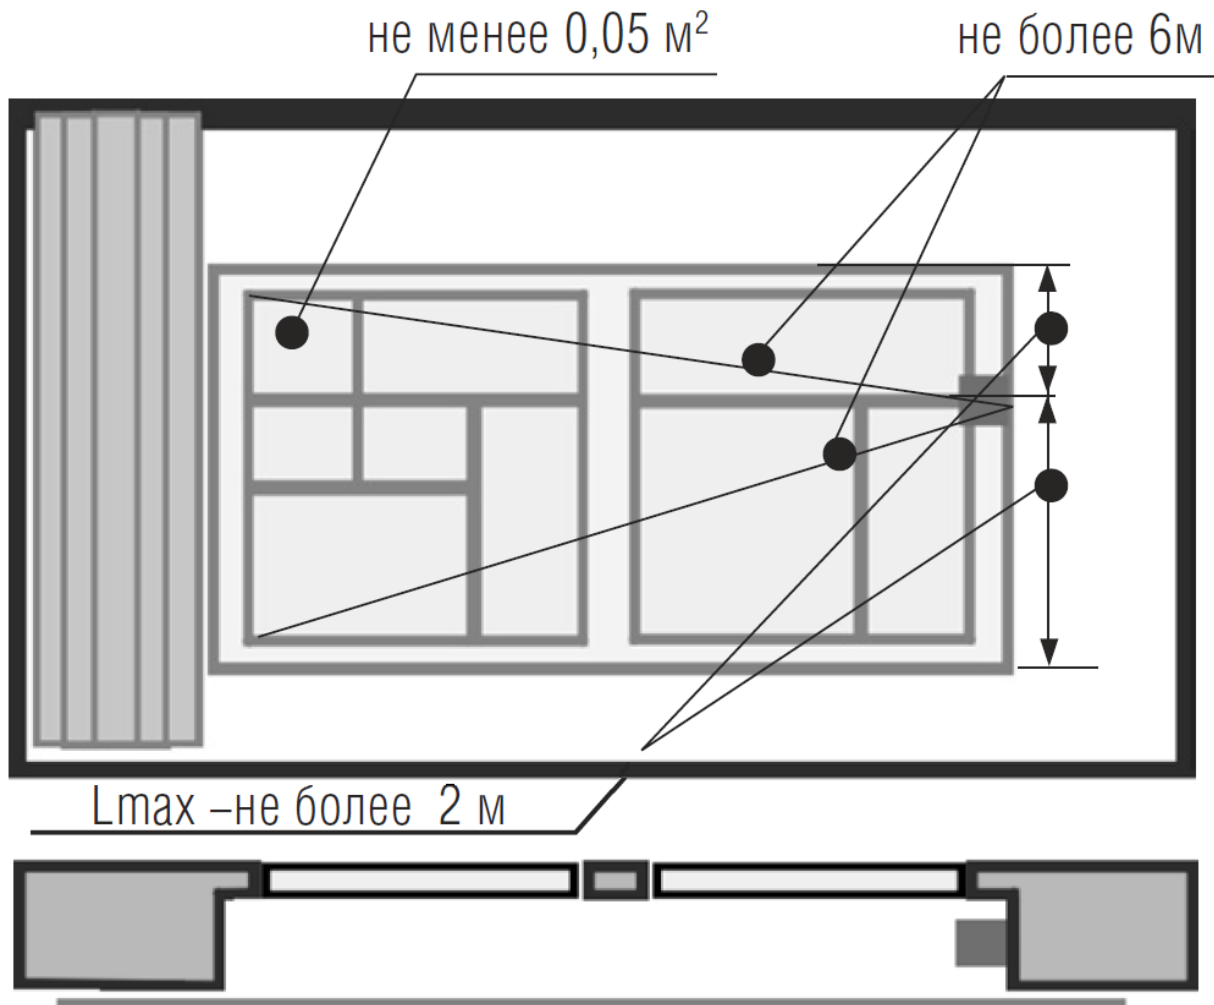

Рисунок 2 Установка в оконном проеме
- для установки на боковом торце оконного проема $L_{\max} < 2\text{ м}$ (рис. 2); при установке в угол оконного проема это ограничение снимается.
3.3. Допускается установка извещателя между охраняемыми стеклом и жалюзи (см. рис. 2);